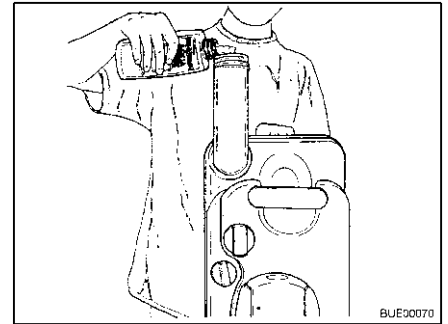

Bild 221 Sanitärflüssigkeit einfüllen
- Angegebene Menge Sanitärflüssigkeit in den Fäkalientank füllen (Bild 221).